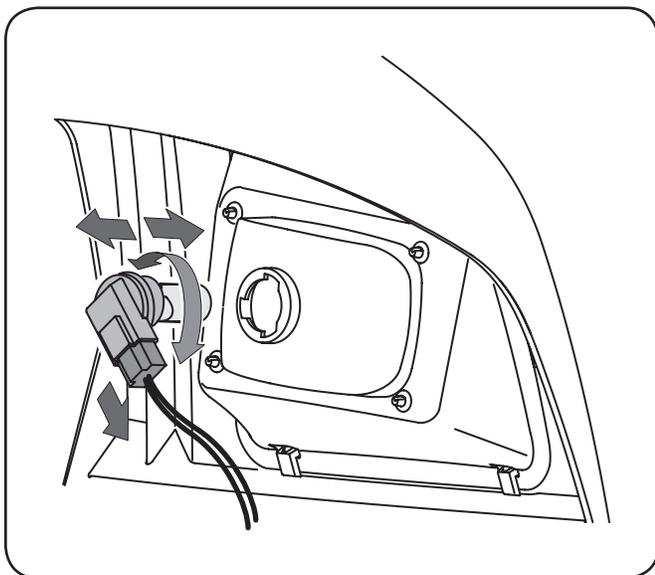

Figure 6-1
2. Tournez la douille un quart de tour dans le sens anti-horaire afin que les languettes soient alignées avec les encoches du réflecteur. Retirez ensuite la douille et l'ampoule du réflecteur. Voir Figure 6-1.